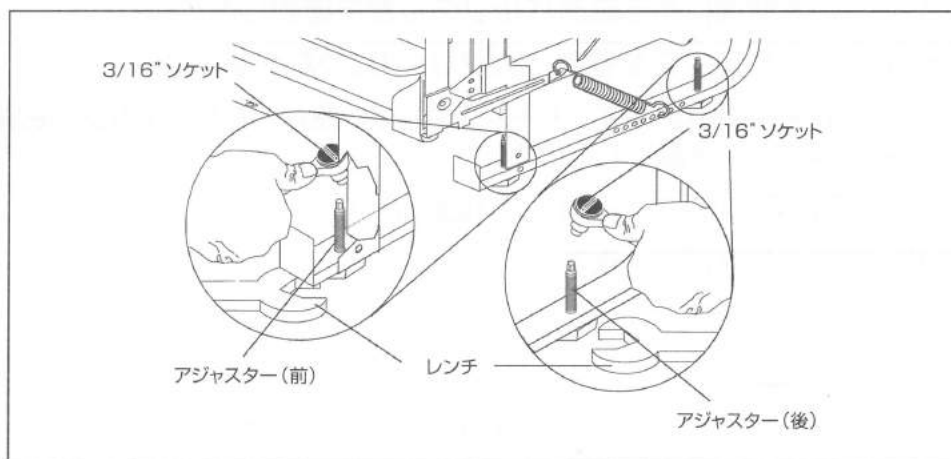

図6
1. 固定ブラケットがキャビネット開口部の高さになるようにアジャスター（図6参照）を調整します。